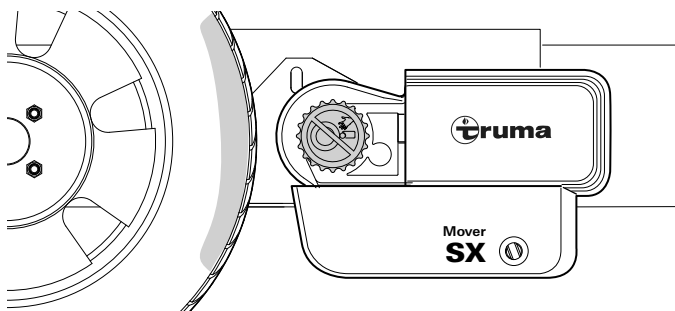

Fig. 25
- La distance entre les rouleaux d'entraînement et les pneus s'élève à environ 20 mm de chaque côté (Fig. 25). Pour vérifier la bonne distance entre le pneu et le rouleau d'entraînement, voir Chapitre 6.1